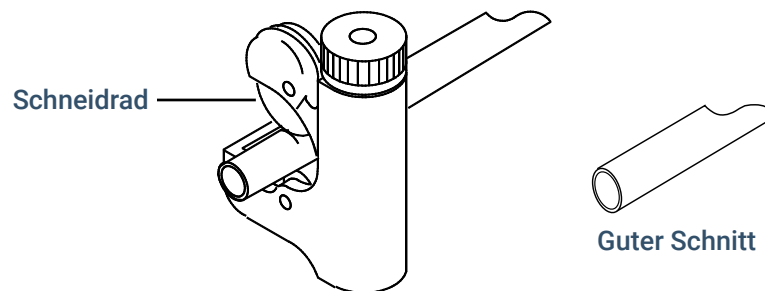

Abbildung 8. Typischer Leitungsschneider
2. Schneiden Sie die Leitungen mit einem Leitungsschneider auf Maß. Siehe **Abbildung 8**.